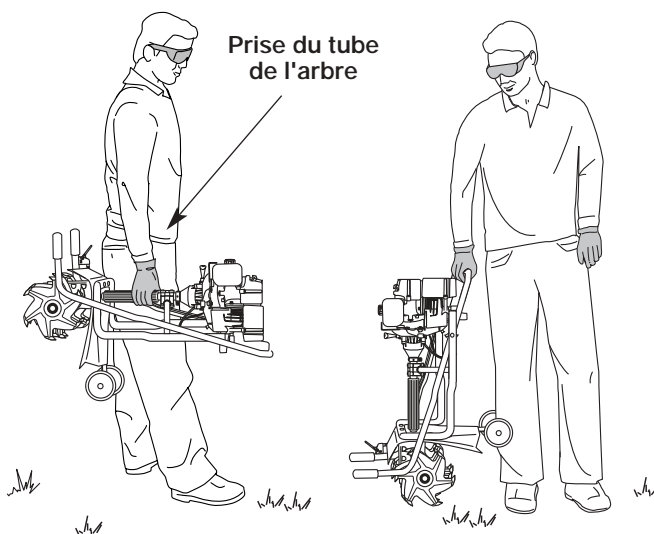

Fig. 21
4. Transportez l'appareil en le tenant par la prise du tube de l'arbre ou bien saisissez le centre de la barre pour l'utiliser comme poignée de transport (Fig. 21).